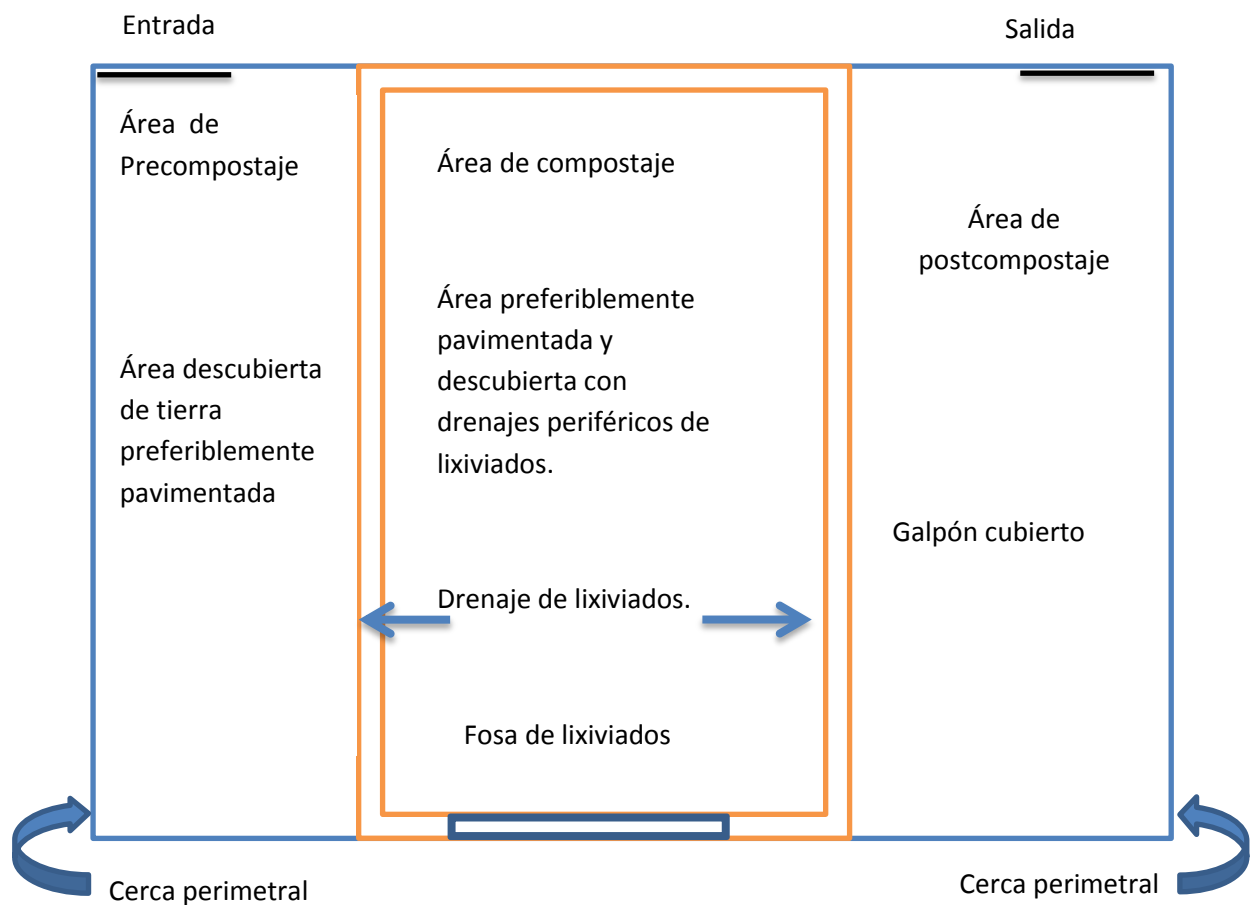

Figura 17. Unidad de compostaje caliente.
3. Área de postcompostaje. Esta es un área protegida de la lluvia (un galpón cubierto) donde se lleva el material previamente compostado para protegerlo de la lluvia y para que se realice la fase de maduración, luego se tamiza y se ensaca (Figura 17).